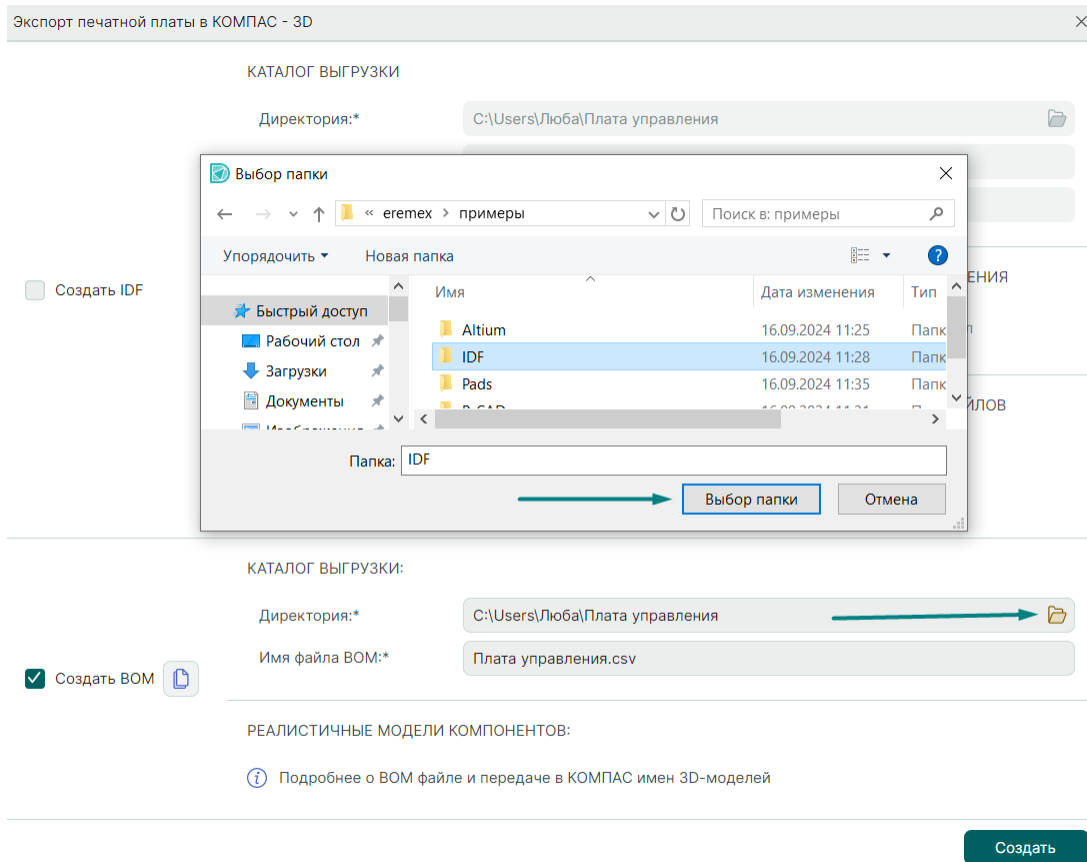

Рис. 9 Выбор директории и ввод имени файла
2. В разделе «Каталог выгрузки» выберите директорию для сохранения файлов и введите имя файла, см. Рис. 9.